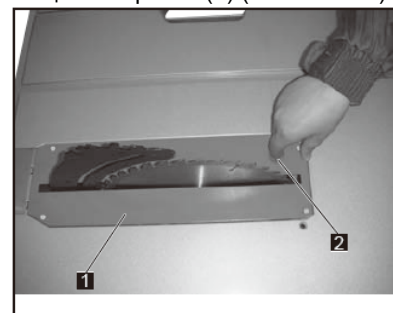

Рис. 30
6.8 Снятие/замена/выравнивание вставки стола (Рис. 30)
- Снимите вставку стола (1), поместив палец в отверстие (2) (См. Рис. 30).